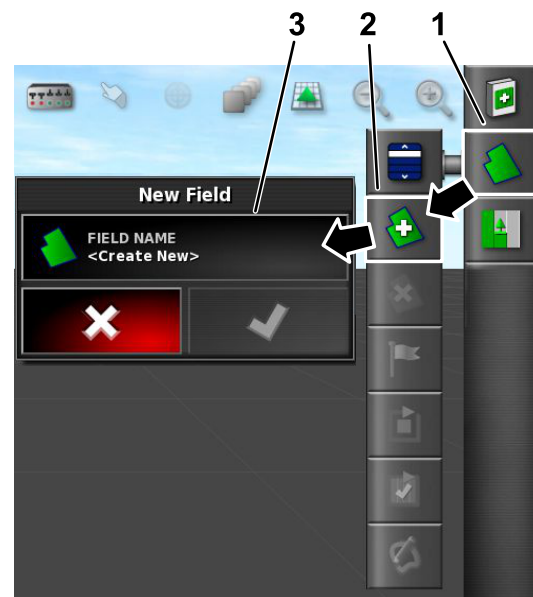

Figure 75
2. Sélectionnez la case de saisie de nom de champ, nommez le champ et appuyez sur l'icône de confirmation (Figure 75).